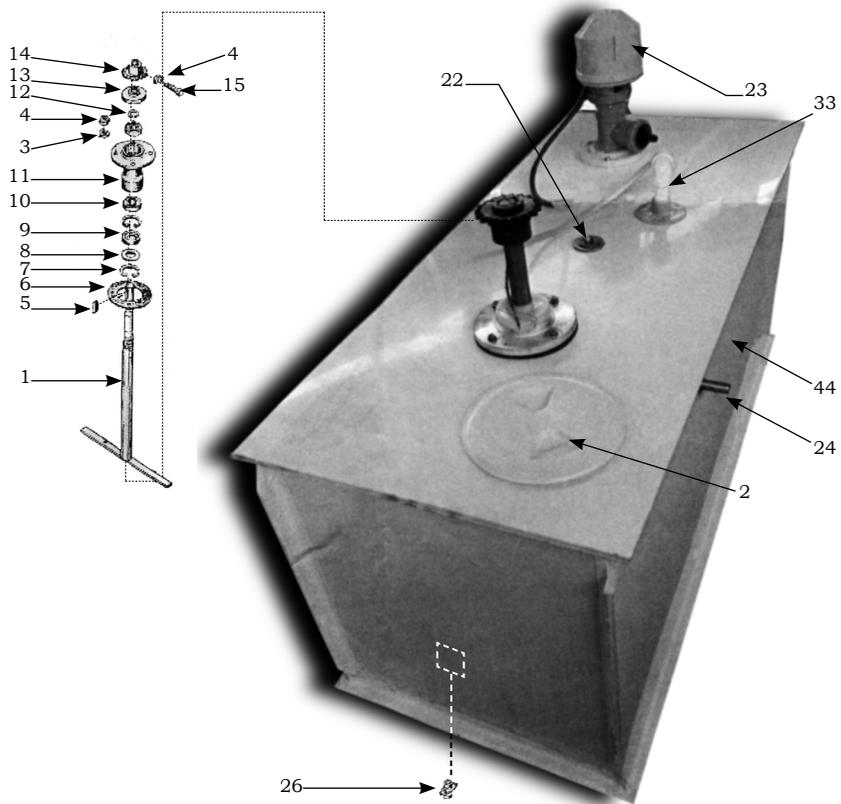
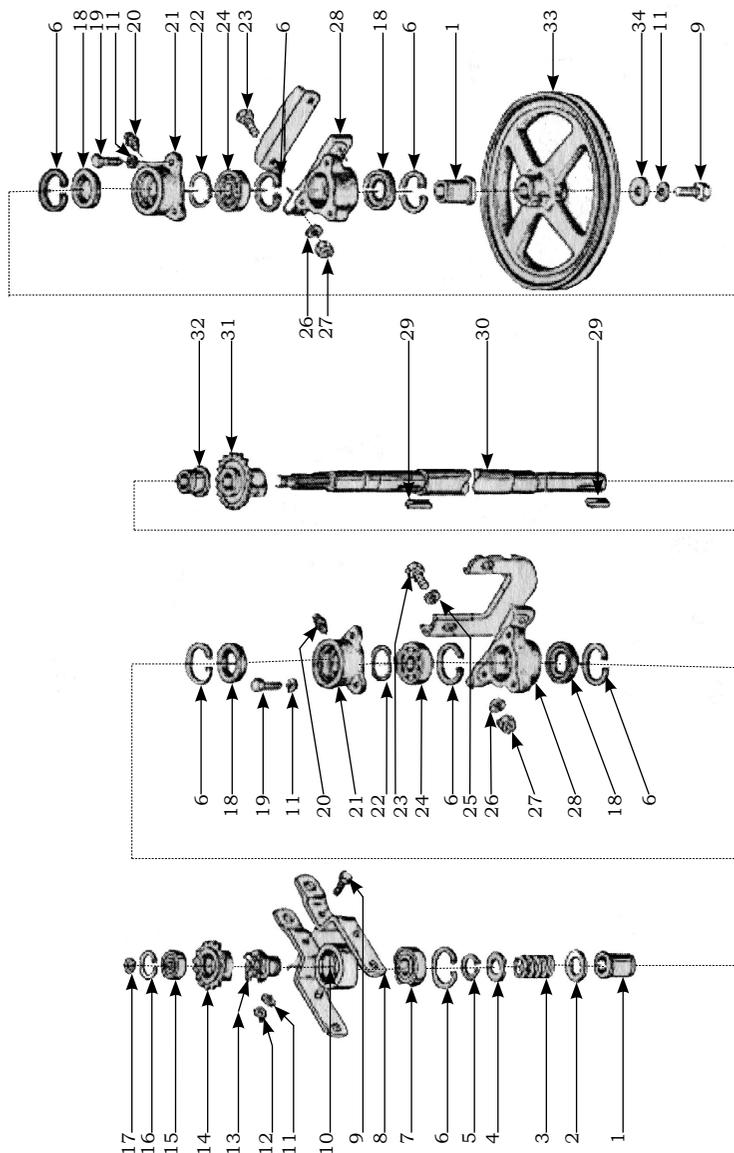

Рис.3.10.
Рис.3.12.
3.8. Бак предназначен для приготовления рабочей жидкости (суспензии) (рис.3.10)
Подписуночный текст к рис. 3.10
3.10. Вал промежуточный (рис.3.12) предназначен для передачи крутящего момента от промежуточного шнека к диску семян (см.рис.3,4 поз 33) и мешалке бака (см. рис.3.10 поз 1)
Подписуночный текст к рис. 3.12